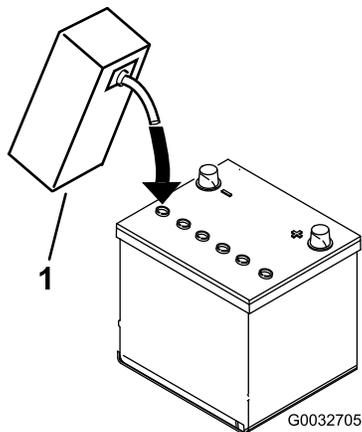

图4
3. 小心为每个电池注入电解液直到电池极板被大约6mm 的液体覆盖图4。
4. 等待约 20 至 30 分钟以便电解液渗透到极板内。必要时加注电解液使电解液保持在加注井底部约 6mm 范围内图4。